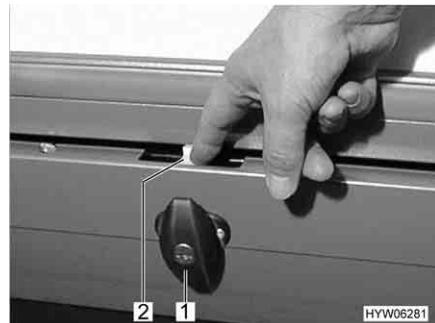

Fig. 45 Sicurezza della serratura gavone estraibile sottopavimento
- Aprire la serratura dello sportello (Fig. 45,1) come sopra descritto.
- Premere la sicurezza (Fig. 45,2) verso il basso, tenerla premuta ed estrarre il gavone sottopavimento.